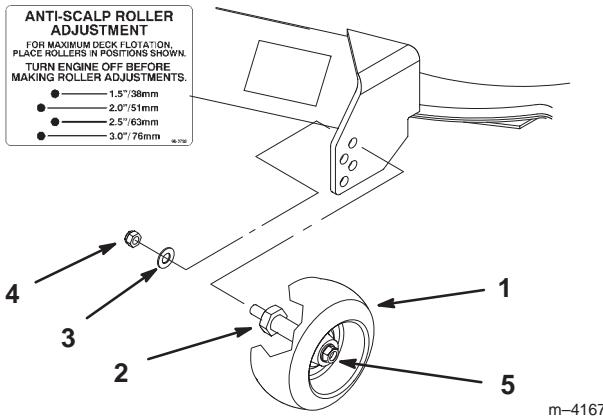

Figure 21
2. Lorsque la hauteur de coupe est réglée, retirez l'écrou à collet et la rondelle élastique tout en maintenant le goujon avec une clé (Fig. 21).
- Note:** N'enlevez pas l'écrou et la rondelle de la roue (Fig. 21).
3. Choisissez le trou pour que la roue de jauge se trouve le plus près possible de la hauteur de coupe correspondante voulue (Fig. 21).
4. Remettez l'écrou à collet et la rondelle élastique (Fig. 21).